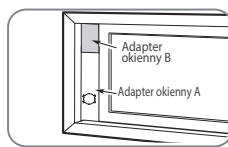

Rys. 8
1. Dociąć samoprzylepne uszczelki piankowe A i B do odpowiedniej długości i przymocować je do skrzydła okiennego i ramy, tak jak pokazano. (Rys. 8)